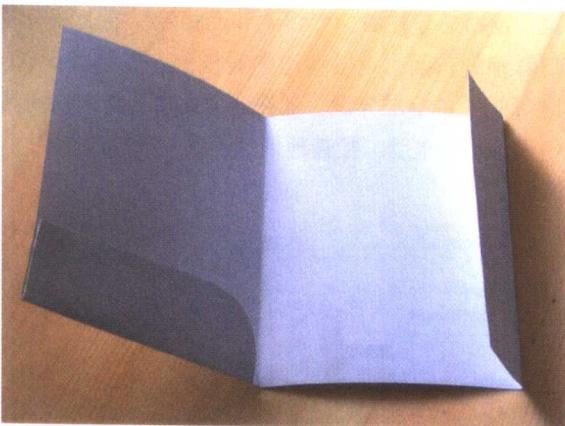

图1-2 根据业务传递单做出的模型
1. 类别：大致描述要做什么样的印刷品。现在要做的是一个封套，相当于在二折页面上加一个勒口和一个兜，勒口用来夹名片，兜用来装一些宣传页。对这种复杂的折叠品，往往需要先做一个模型（图1-2）。